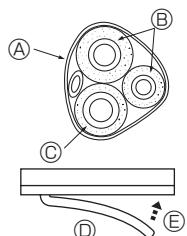

Fig. 5-5
- Tienda la manguera de drenaje en diagonal por debajo de los tubos de conexión. (Fig. 5-5)